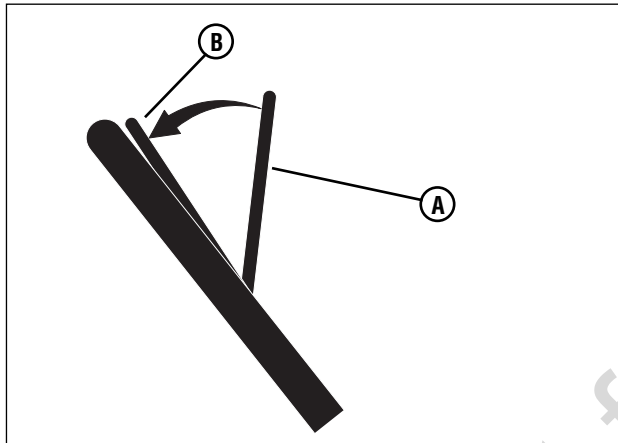

Figura 11: Operación de la palanca de parada del motor
Libere la palanca de parada del motor (**A**, Figura 11) y el motor y la cuchilla se detendrán automáticamente. Para mantener en funcionamiento el motor, sostenga la palanca de parada del motor en la posición de operación (**B**).
1. Sostenga la palanca de parada del motor (**A**, Figura 11) en la posición de operación (**B**).